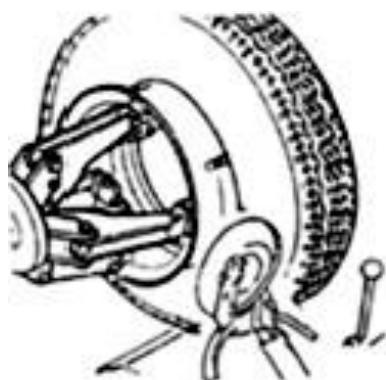

Fig23
(6) Вставьте ниппель внутрь обода. Будьте осторожны – не повредите ниппель.
(7) Переведите инструментальную консоль (9) в исходное положение, а затем – к внутренней стороне колеса.
(8) Опустите инструментальную консоль в рабочее положение.
(9) Установите диск как можно ближе к шине, отделив половину окружности шины от обода (рис. 23).